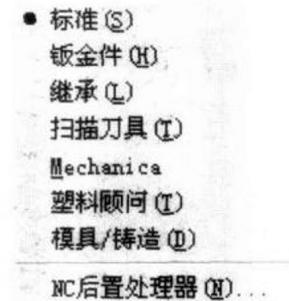
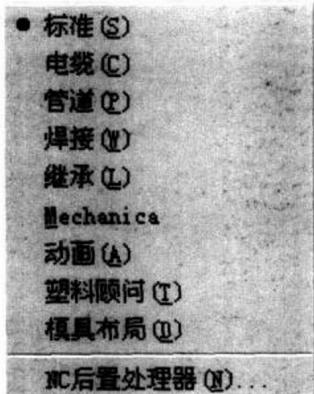

图 1.13
图 1.14
- 应用程序** 切换应用程序的菜单。会根据不同的环境显示不同的下拉菜单, 图 1.13 和图 1.14 就是分别在零件模式和装配模式下的菜单。